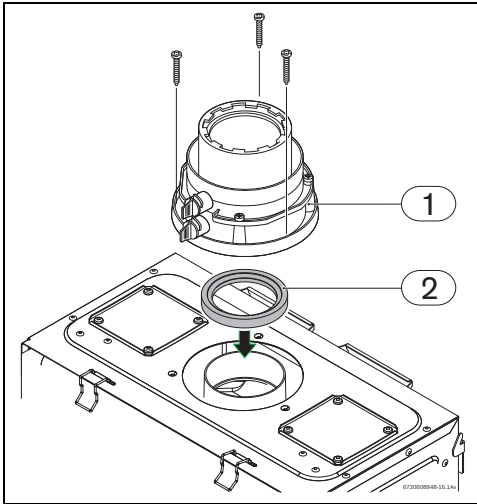

Fig. 31 Accessorio concentrico (cod. 7 716 780 184)
- Collocare la guarnizione tra l'apparecchio e l'accessorio concentrico, Fig. 31 , pos. 2.
- Serrare le 3 viti dell'accessorio base, Fig. 31 , pos. 1.